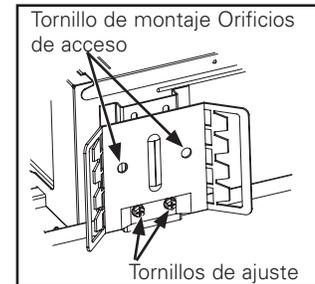

Figura 4. P406TAT SOLAMENTE
- El alojamiento P406TAT está equipado con ménsulas de soporte de tipo universal (Figura 4.). Cuando se usa este montaje, éste deberá sujetarse por medio de guías principales u otra estructura capaz de soportar el peso de 10 libras del montaje. Las ménsulas pueden ajustarse aflojando los dos tornillos de ajuste, para después mover las ménsulas hacia arriba o abajo y volviendo a apretar los tornillos. Para facilitar un espaciado justo de la viga retire las ménsulas de sujeción de tipo universal por medio de los tornillos de montaje, los cuales pueden encontrarse a través de los orificios de acceso. Se vuelven a instalar los tornillos de montaje en el compartimiento para mantener la construcción AirTite.